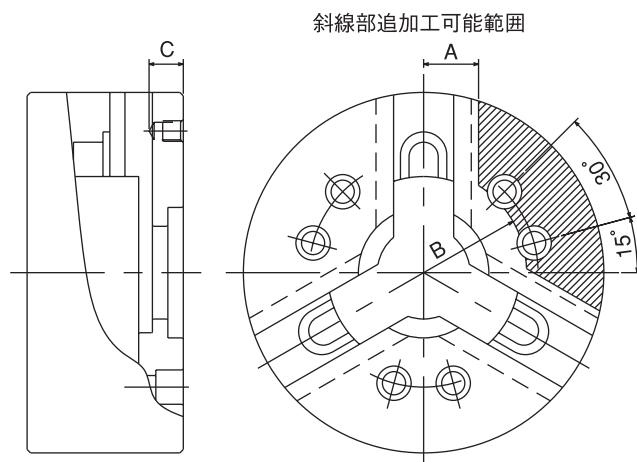

図 12
- ・チャックボディ表面に口ケータや治具を取り付ける場合は、図12に示す追加工範囲内に穴明けを行ってください。